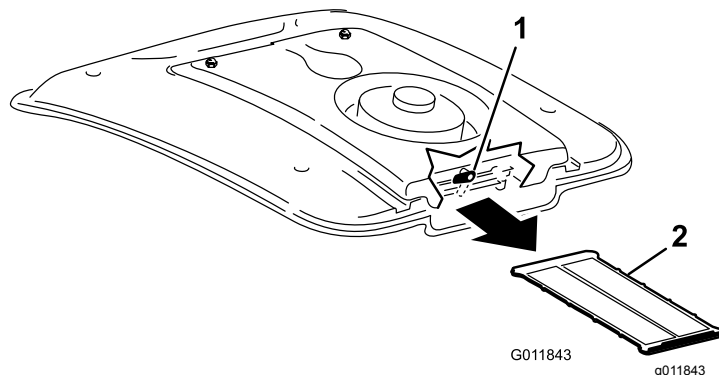

Figura 115
2. Na parte posterior da montagem da ventoinha, rode o trinco para o lado (Figura 115).
3. Deslize o filtro A/C da parte inferior da serpentina do ar condicionado (Figura 115).
4. Limpe cuidadosamente o painel com ar comprimido (Figura 115).